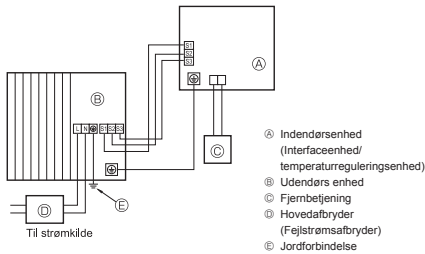
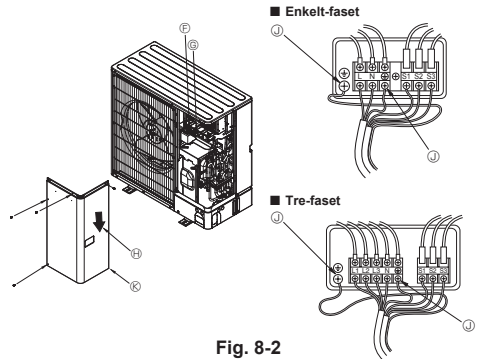

Fig. 8-1
Fig. 8-2
8.1. Udendørs enhed (Fig. 8-1, Fig. 8-2)
- ① Afmonter servicepanelet.
- ② Før kablerne som angivet i Fig. 8-1 og Fig. 8-2